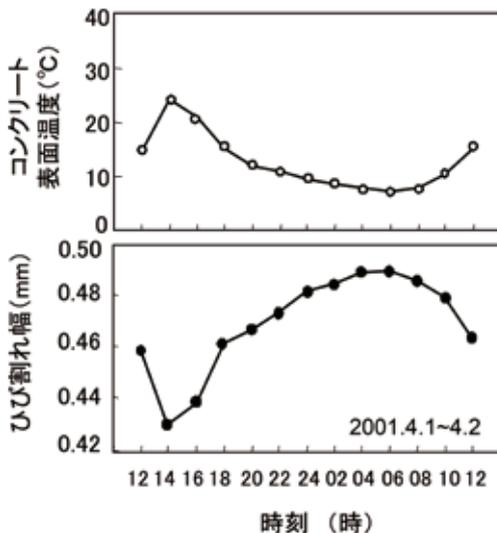

図1 温度変化によるムーブメント測定例
- ・ 下地が動くか動かないか、ムーブメントが大きいのか。特に、水平部と立上り部の取合いは細心の注意を！（図1）